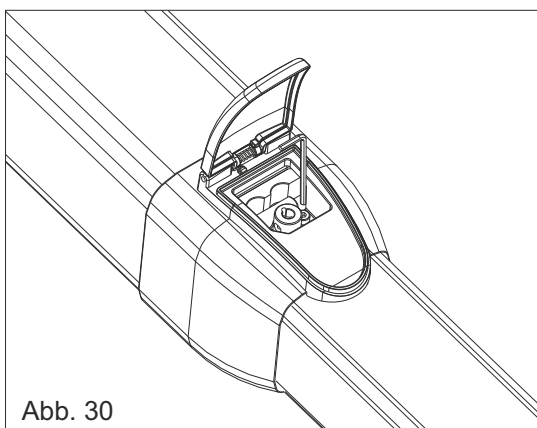
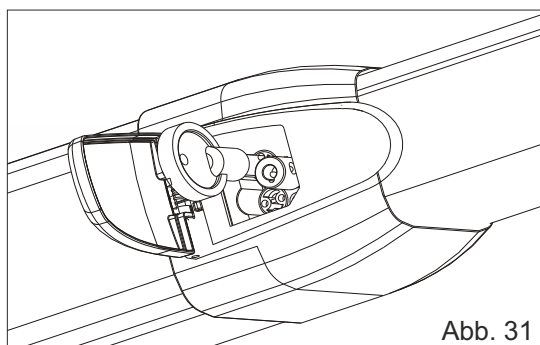
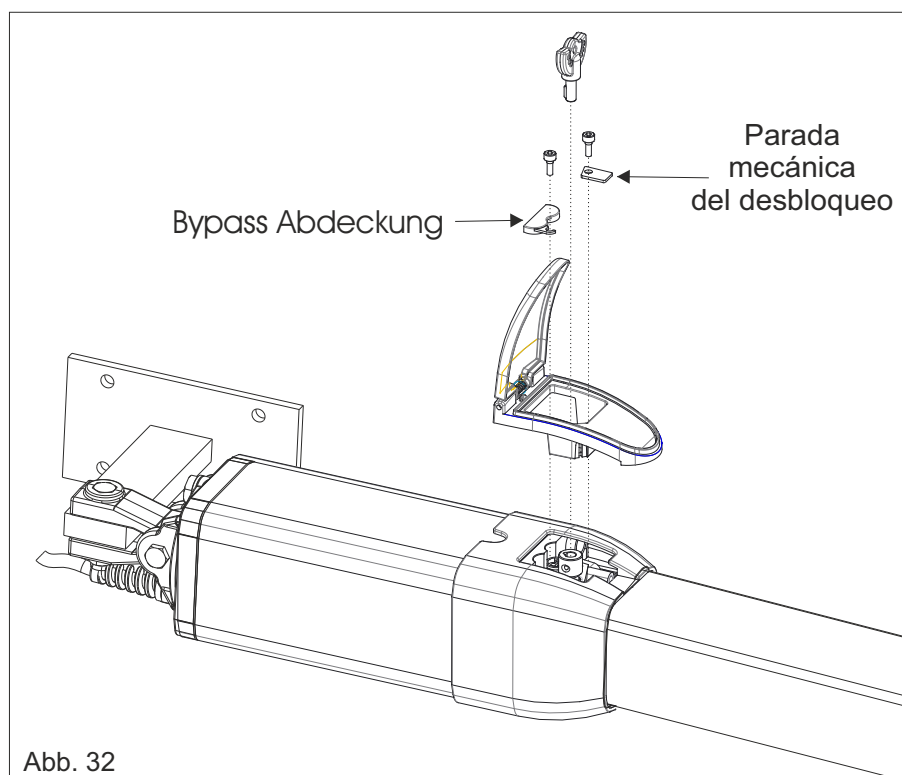

Abb. 30
Abb. 31
Abb. 32
Während der ersten Installationsphase sind der Deckel der Entriegelung und die Bypassabdeckung noch nicht montiert, daher, nach Beendigung der Einstellung, deren Montage durchführen, siehe Abbildung 32 oder 33 je nach Entriegelungstyp. Für nachfolgende Einstellungen der Bypassventile (Z.B. periodische Wartung) nur die Bypassabdeckung, durch Entfernung der Blockierungsschraube abnehmen (Abb.30) und die Einstellung mit dem, für den Installateur, mitgelieferten Schlüssel durchführen (Abb. 31)
**ACHTUNG:** Erst nach Beendigung aller Installationsarbeiten, **Montage der Kolbenabdeckung und Eicherung der Bypass Schrauben** kann die Montage der Plastikentriegelung (wie in Abb. 32) durchgeführt werden
**ACHTUNG:** der Entriegelungshalter muss unbedingt wie in Abbildung 32 eingesetzt werden